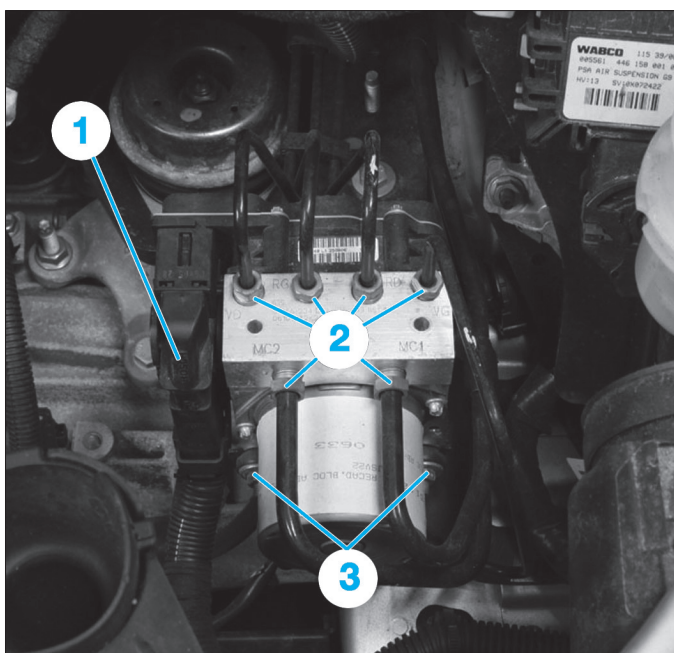

Fig. 23
- Débrancher le connecteur (1) du calculateur d'ABS (Fig.23).
- Désaccoupler puis dégrafer les canalisations (2) du groupe électrohydraulique.
- Déposer les écrous (3) et le bloc hydraulique.